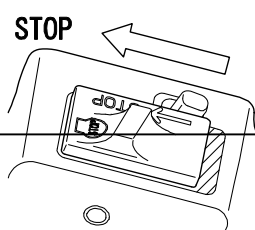

Fig.6-3
1. Laat de gashendel los (C).
2. Zet de stopschakelaar (A) in de STOP positie. (Fig.6-3)